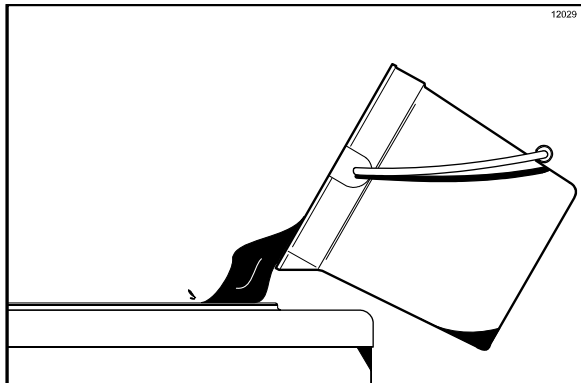

Figura 99
1. Despeje 7,6 litros (2 galões) de água fria e limpa no reservatório de mix do shake. Com a escova branca do reservatório, escove o reservatório e os sensores do nível de mix, e a parte externa da caixa do eixo de transmissão do agitador. Com a escova de cerdas em ambas as extremidades, limpe o orifício de entrada de mix. (Veja a Figura 99.)